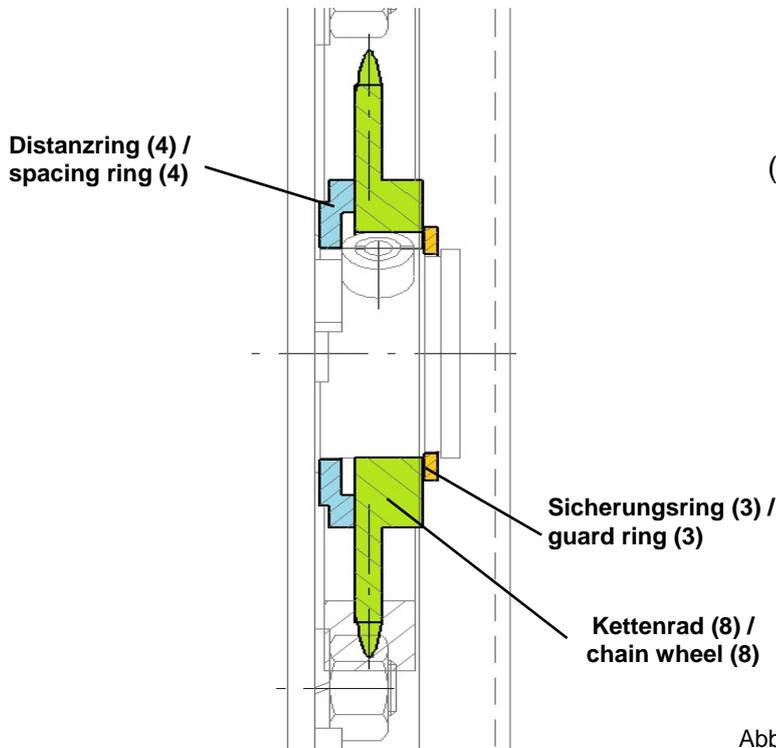

Abb. 5: Antriebswelle mit Distanzring
- Distanzring (4), wie in Abbildung 5 dargestellt, auf die Schalter-Antriebswelle schieben.